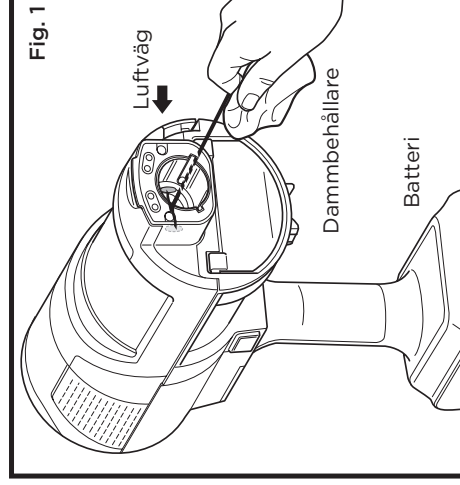

Fig. 1
För att rengöra sensorerna (Fig. 1):
2. Hitta DirtDetect-sensorn i munstycket på den handhållna dammsugaren (Fig. 1). LightDetect-sensorn ovanpå munstycket (Fig. 2) och EdgeDetect-sensorn på sidan av munstycket (Fig. 3).